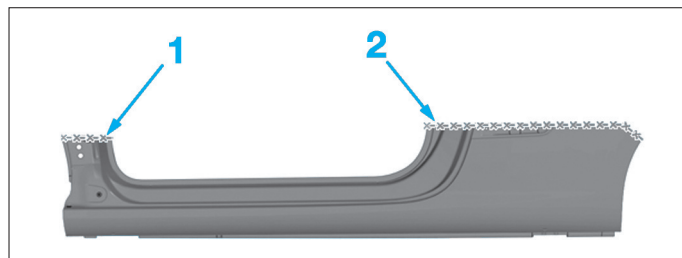

FIG. 95
- Tracer puis découper la pièce neuve selon les lignes (1) et (2) (Fig.95).